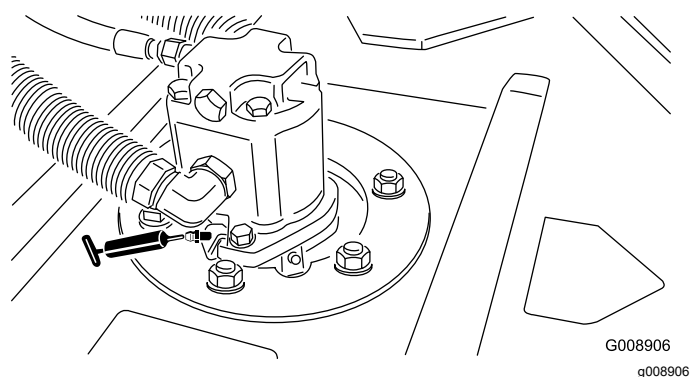

Figura 71
- Cuscinetti dell'asse del mandrino dell'apparato di taglio (2 per apparato di taglio) – Figura 71